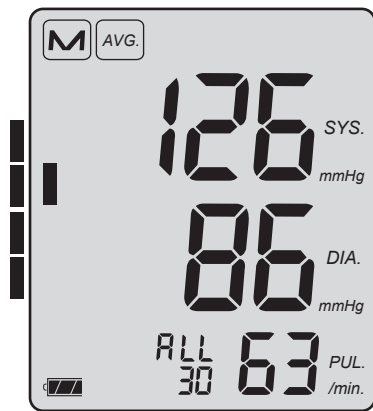

Fig. 8
!Dopo ogni 30 misurazioni registrate, richiamare il proprio valore medio mediante una breve pressione sul pulsante **M con l'apparecchio spento**. Sarà visualizzato il valore medio di tutti i valori memorizzati (ALL). Premendo nuovamente il tasto M si visualizza il valore medio di tutte le misurazioni tra le 0:00 e le 11:59 (AM), poi il valore medio di tutte le misurazioni tra le 12:00 e le 23:59 (PM). Il numero delle misurazioni contenute nel valore medio è visualizzato in ALL/AM/PM (vedere Fig. 8)
Con la visualizzazione dei valori medi, lungo il margine sinistro dello schermo appare un rettangolo scuro (vedere Fig. 8) corrispondente al valore pressorio medio. Dalla scala corrispondente (vedere Fig. 9) si ricava la valutazione dei propri valori pressori secondo l'Organizzazione Mondiale della Sanità OMS (vedere pag. 136).